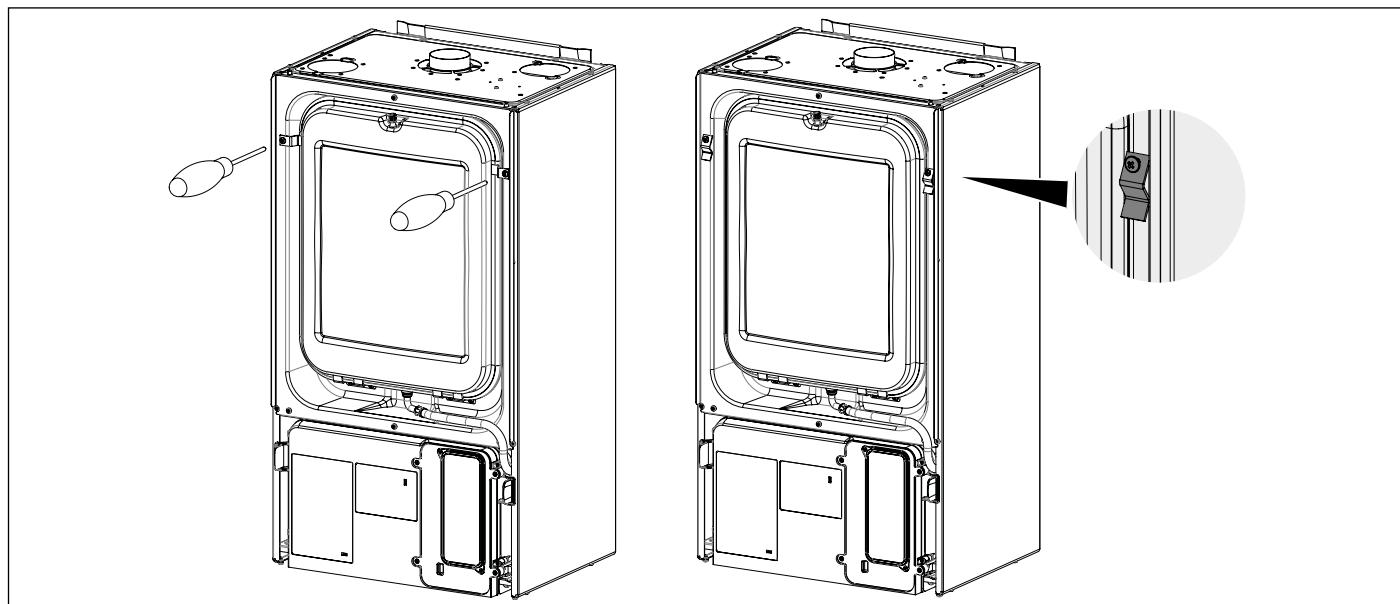
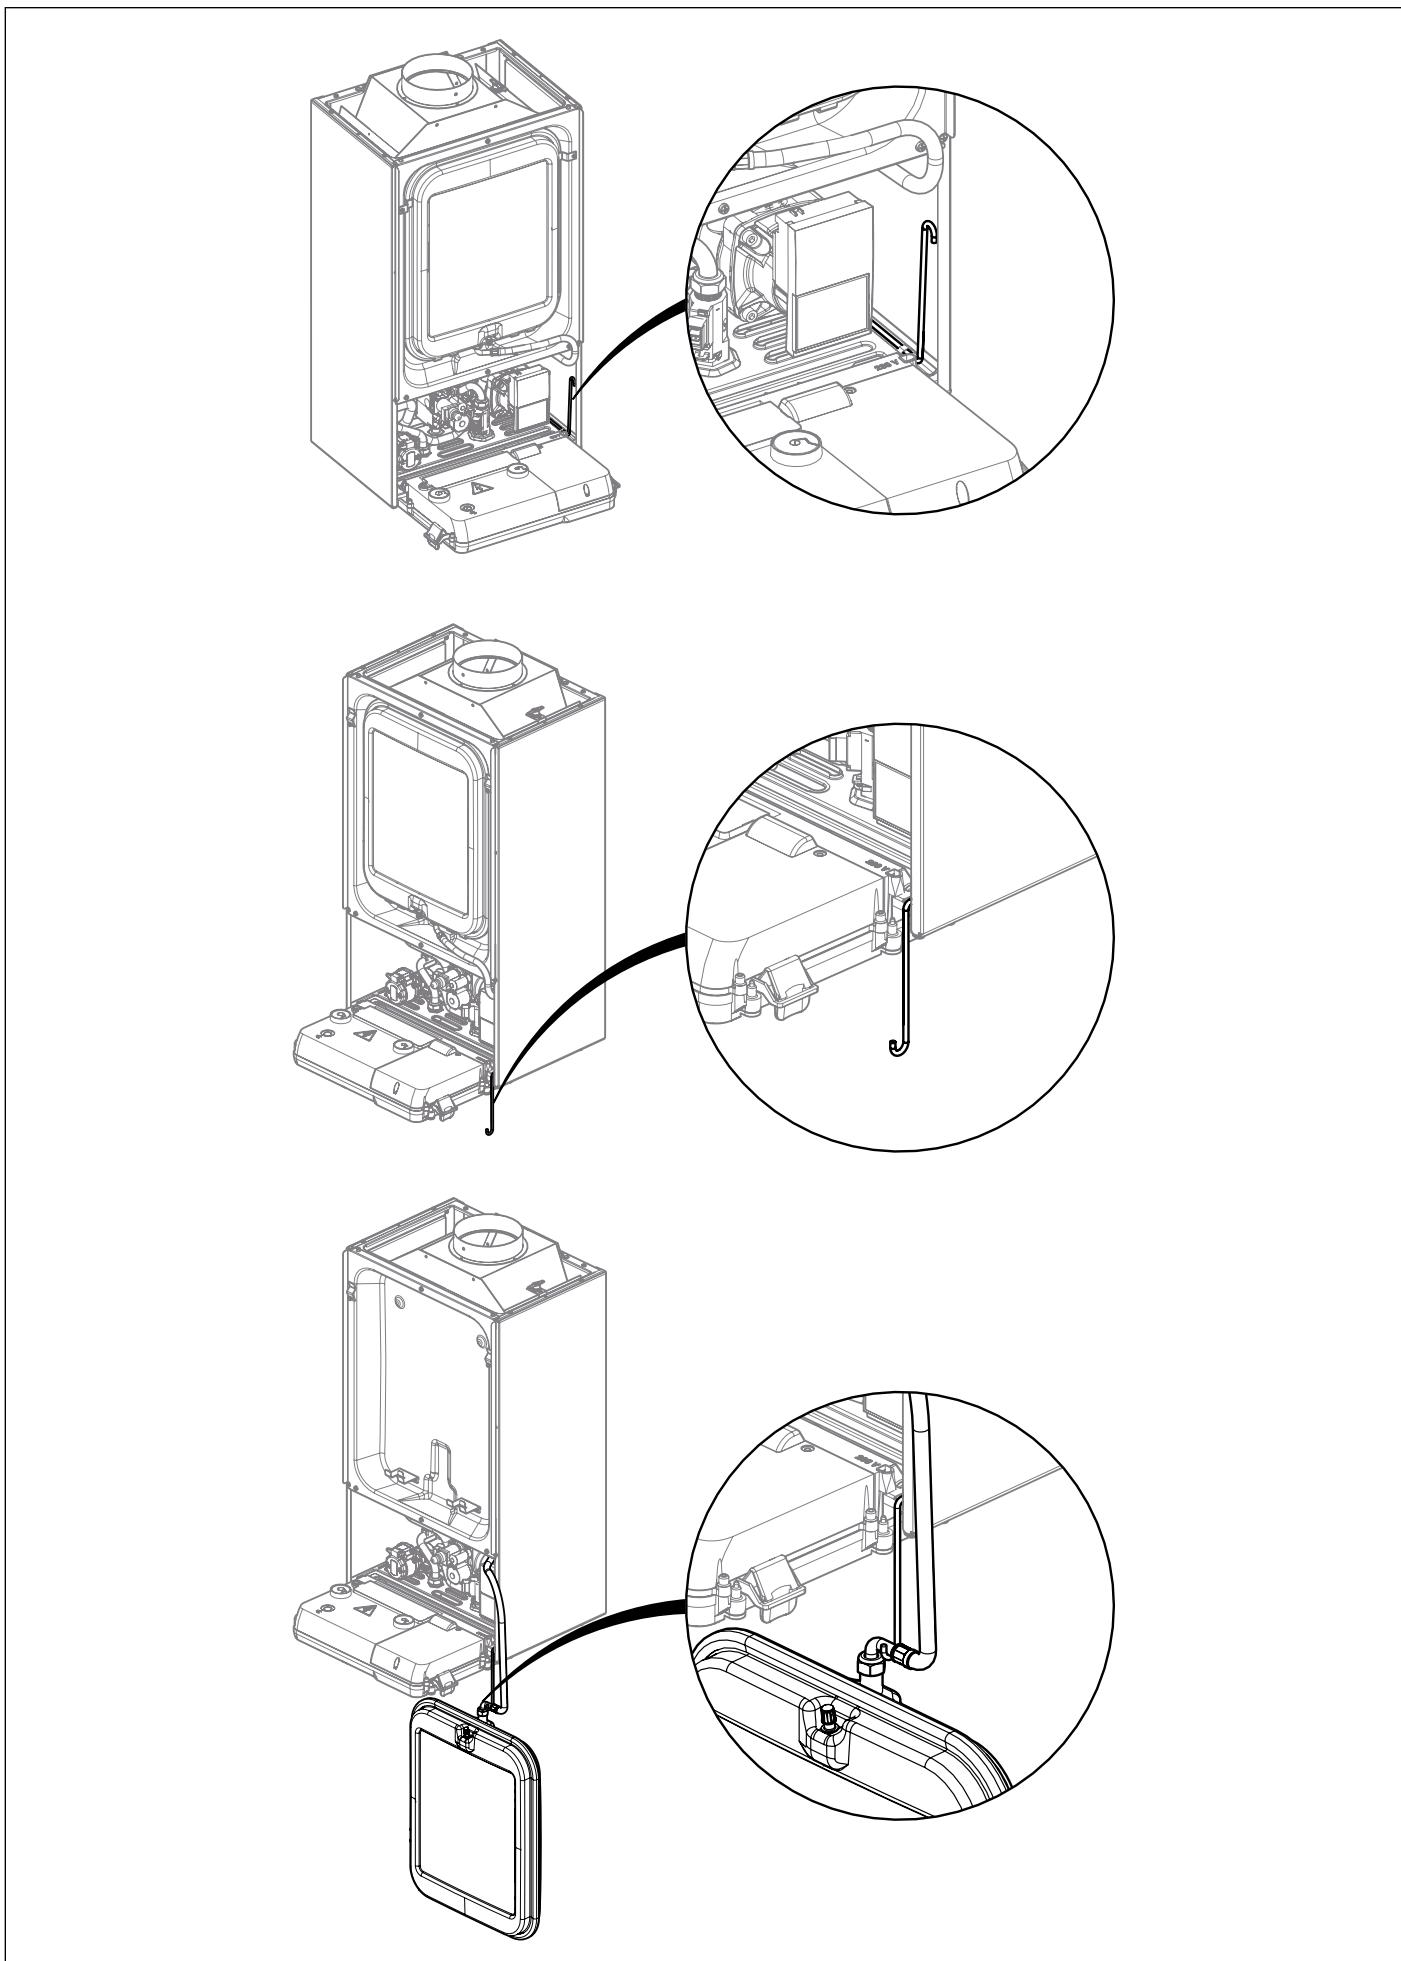

Рис. 21 Демонтаж фіксаторів розширювального баку
Рис. 22 Скоба кріплення розширювального бака
- Зняти передню панель герметичної камери, попередньо зняв розширювальний бак (дивись Рис. 21 Демонтаж фіксаторів розширювального баку та Рис. 22 Скоба кріплення розширювального бака).